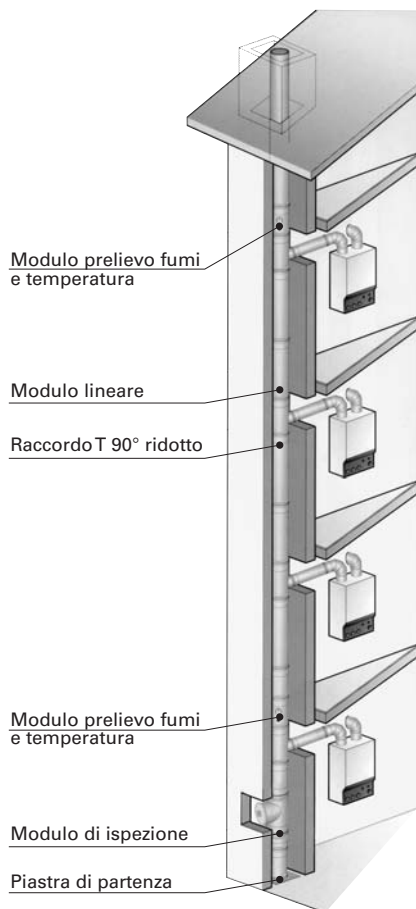

FIG. 7A. CANNA FUMARIA COLLETTIVA SW
- posizionare al di sopra dell'ultimo allacciamento un elemento che permetta di rilevare la temperatura e la pressione come in fig. 7A